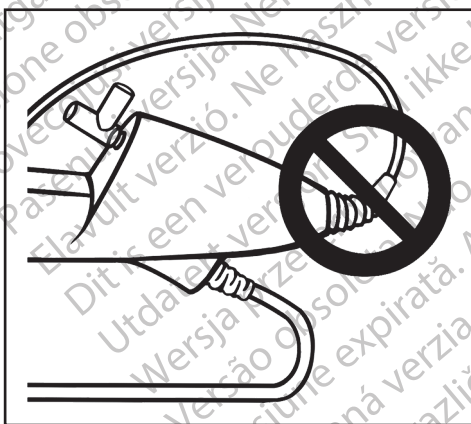

Figure 5. NE PAS COURBER FORTEMENT
- L'urétéroscope est doté d'un réducteur de tension à la transition entre la poignée et le corps. Le réducteur de tension protège le dispositif pendant son utilisation. Pour ne pas endommager le corps et/ou la fibre optique, ne pas courber fortement le corps (figure 5).